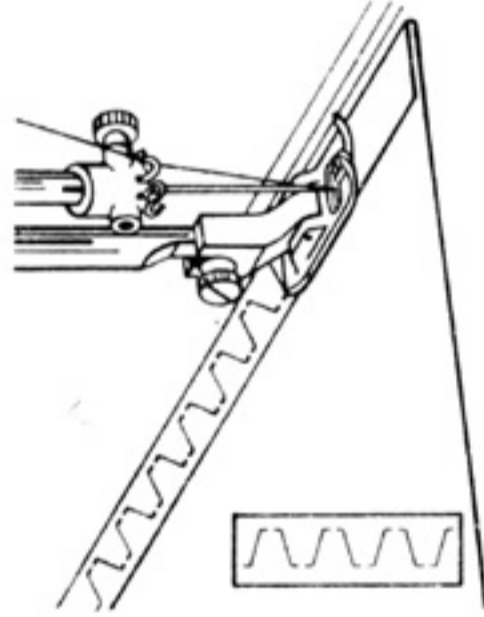

Рис. 55
34. Трикотажная строчка (рис. 55)